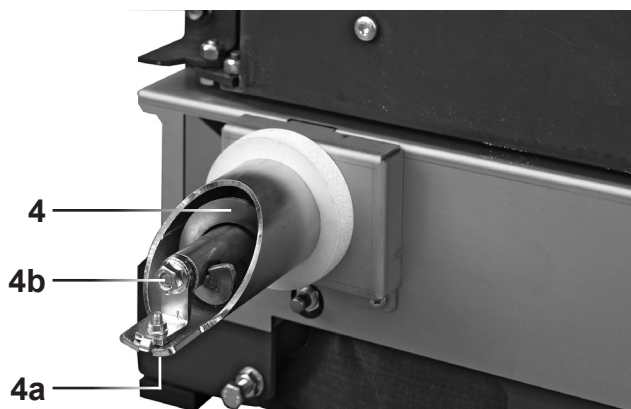

Fig. 04
4. Asportare la coclea di estrazione delle ceneri (4, Fig. 04) perché potrebbe ostacolare il montaggio del bruciatore!
- Estrarre la coclea di estrazione delle ceneri (4) dal basamento.
11. Fissare nuovamente la coclea di estrazione ceneri (4, Fig. 04) con il relativo cuscinetto (4b).